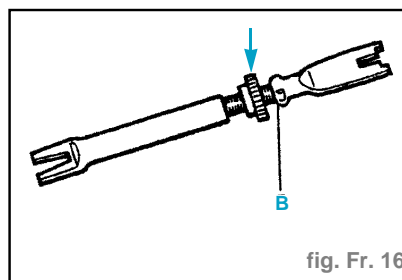

fig. Fr. 16
- Mettre la molette de la biellette de rattrapage de jeu, en appui en (18) (fig. Fr. 16).